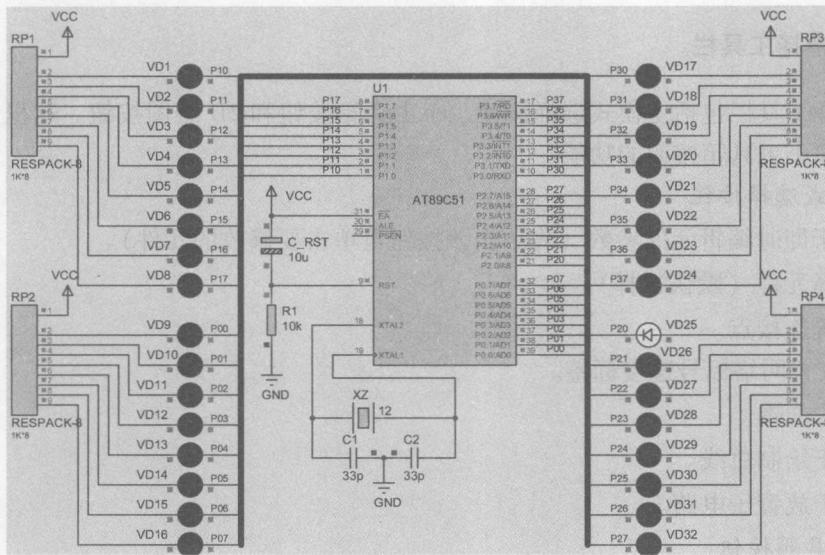

图 1-5 单片机控制流水灯的仿真原理图
实例2采用Proteus软件绘制如图1-5所示的仿真原理图，再将编译好的流水灯控制程序流水灯.hex载入单片机，启动仿真，观察流水灯点亮效果。表1-1列出了所需添加的元器件。
(3) 删除元件。用下面三种方法可以将原理图上的单片机删除。
- ① 将鼠标放到单片机 AT89C51 上,用鼠标右键双击,可将其删除。
- ② 用鼠标左键框选 AT89C51,然后按下 Delete 键,可将其删除。
- ③ 用鼠标左键按住 AT89C51 不放,同时按下 Delete 键,可将其删除。
(4) 调整元器件方位。在编辑窗口右击 LED - YELLOW,使其高亮显示,单击旋转 C、D 或 E 按钮,最终调整 LED-YELLOW 方位见图 1-5。
用类似的方法放置和编辑其他元器件,放置后各元器件的位置见图 1-5。